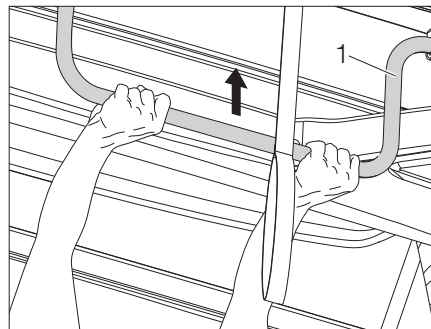

Figura 45 Levantar el techo elevable
- Presionar el techo elevable hacia arriba en el soporte (Figura 45,1).